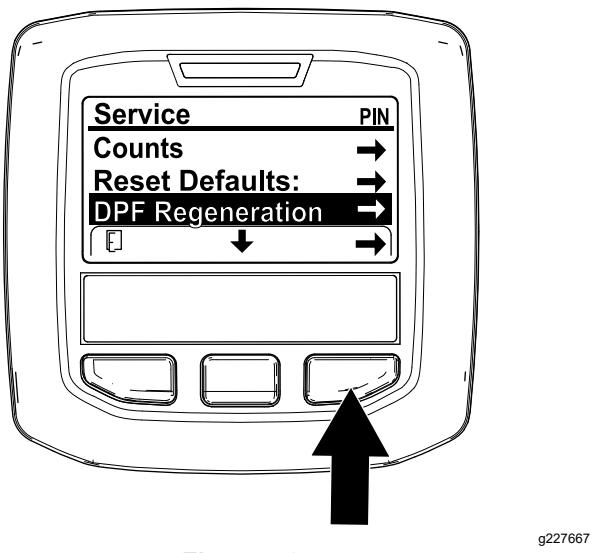

Figure 43
- Dans le menu Entretien, utilisez le bouton central pour naviguer jusqu'à l'option DPF REGENERATION (régénération du FAP) (Figure 43).
- Appuyez sur le bouton droit pour sélectionner l'option DPF Regeneration (Figure 43).